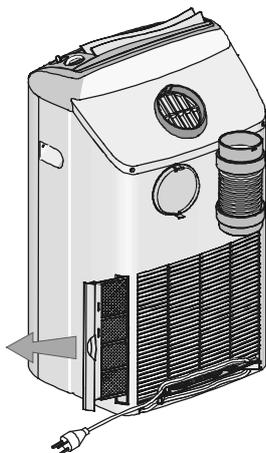

Figura 14
- Per rimuovere il filtro principale, afferrare la presa situata posteriormente ed estrarlo. (Vedi Figura 14).